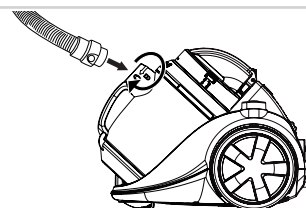

Figure 2
1. Tournez l'embout du tuyau vers la droite pour le brancher sur le bloc moteur. Pour retirer le tuyau tournez l'embout vers la gauche et tirez, voir figure 2.